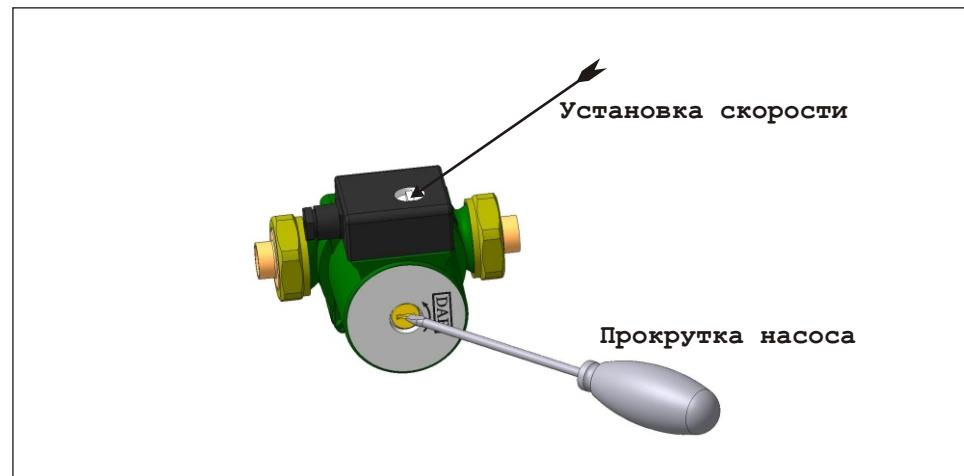

Рис. 6
Отвинтите защитный колпачок и поверните вал двигателя с помощью отвертки по стрелке (Рис.6). Установите защитный колпачок на место. Первый пуск насоса проведите на максимальной скорости. Работа может быть выполнена без привлечения специалиста сервисного центра.
7.1.2 Установить циркуляционный насос на максимальную скорость рукояткой 3-х позиционного переключателя (Рис.6).